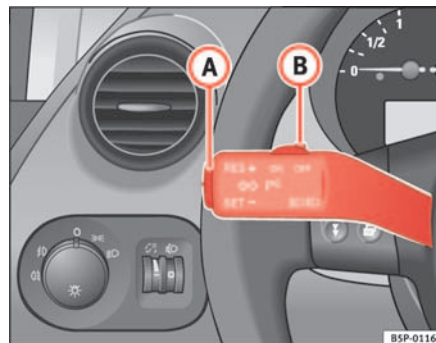

Fig. 142 Palanca de intermitentes y de luz de carretera: mando y tecla basculante para el regulador de velocidad
- Cuando se haya alcanzado la velocidad que se quiere programar, pulse brevemente la parte inferior de la tecla basculante **SET** $\Rightarrow$ fig. 142 **(A)** una vez.